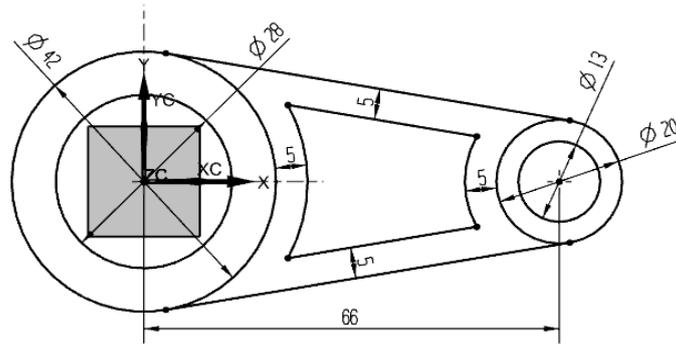

图 2-5 偏置曲线
- (1) 选择“偏置曲线”命令，按照图纸要求偏置轮廓曲线。
- (2) 选择“快速修剪”命令，修剪草图，如图 2-5 所示。